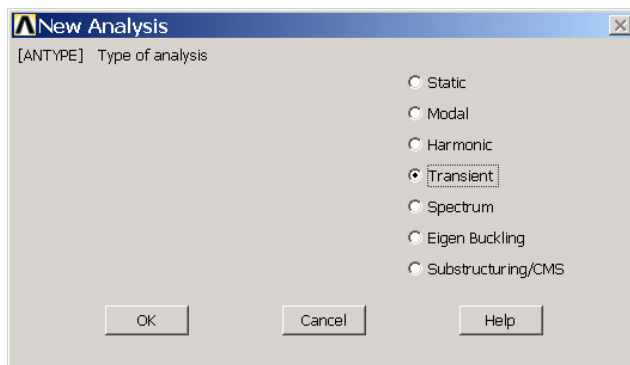

图10.31 选择分析类型
(2) 单击 Main Menu>Solution>Analysis Type>New Analysis 菜单，弹出如图 10.31 所示的对话框。选择【Transient】单选按钮，单击【OK】按钮。